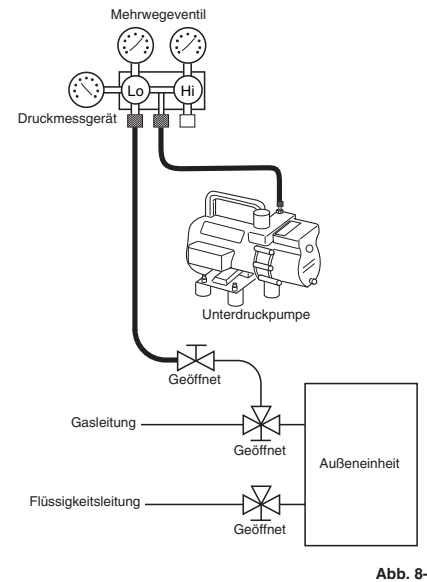

Abb. 8-4
- (1) Den Einfüllschlauch wie in den vorherigen Schritten beschrieben an der Unterdruckpumpe anbringen, um die Leitungen und die Inneneinheit zu entleeren. Dabei bestätigen, dass der "Lo"-Knopf des Mehrwegeventils vollständig geöffnet ist. Danach die Unterdruckpumpe laufen lassen.
- (2) Nachdem der angestrebte Unterdruckwert erreicht ist, den "Lo"-Knopf des Mehrwegeventils schließen und die Unterdruckpumpe abschalten. Nun sich vergewissern, dass der Unterdruck am Messgerät nach 4 bis 5 Minuten des Unterdruckpumpen-Betriebs weniger als -101 kPa (-755 mmHg, 5 Torr) beträgt. (Abb. 8-4)